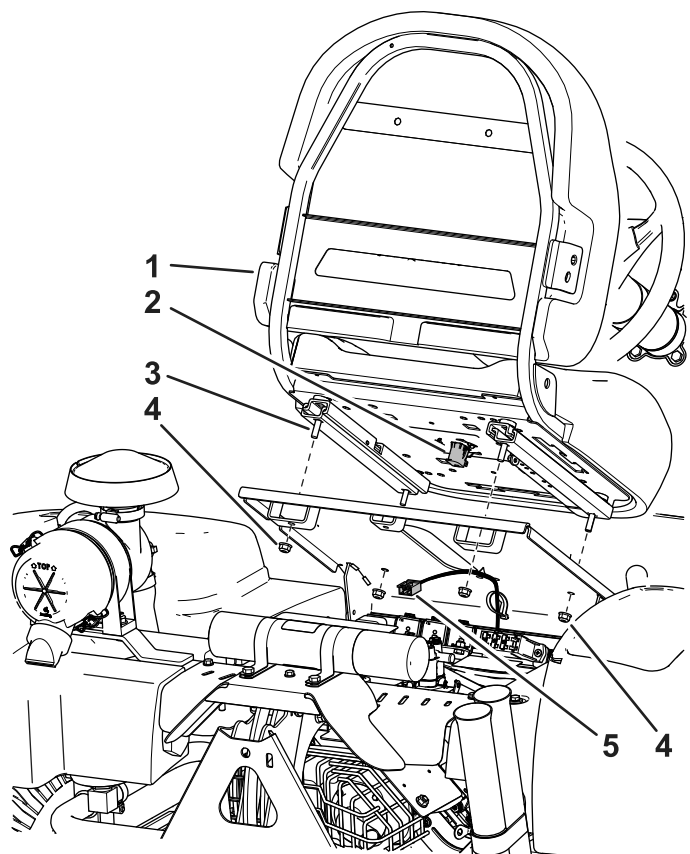

Figure 4
3. Fixez le siège sur son socle avec les 4 écrous retirés précédemment; voir Figure 4.
4. Localisez le faisceau de la machine et connectez-le au contacteur du siège (Figure 4).